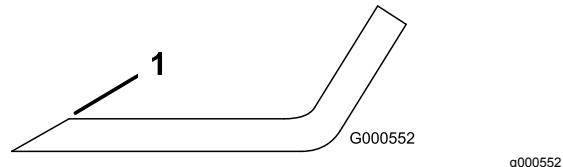

Figura 56
1. Utilice una lima para afilar el filo de corte en ambos extremos de la cuchilla (Figura 56).
- Nota:** Si la cuchilla no está equilibrada, rebaje algo el metal en la parte de la vela solamente con una lima (Figura 56).